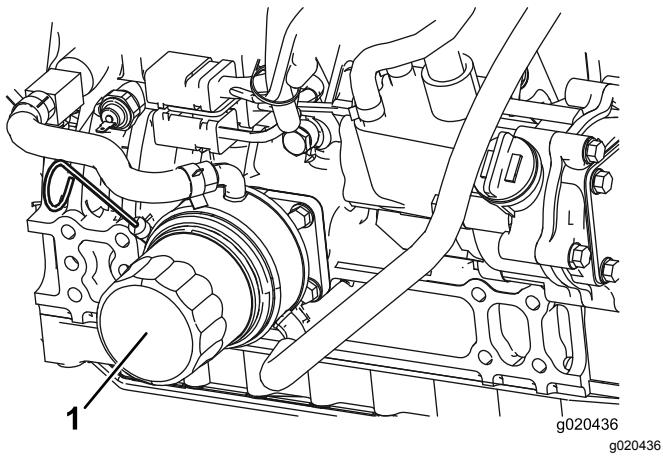

Bild 76
2. Entfernen Sie den Ölfilter (**Bild 76**). Ölen Sie die neue Dichtung am Ölfilter leicht mit frischem Öl ein, bevor Sie den Filter eindrehen. **Ziehen Sie nicht zu fest.**